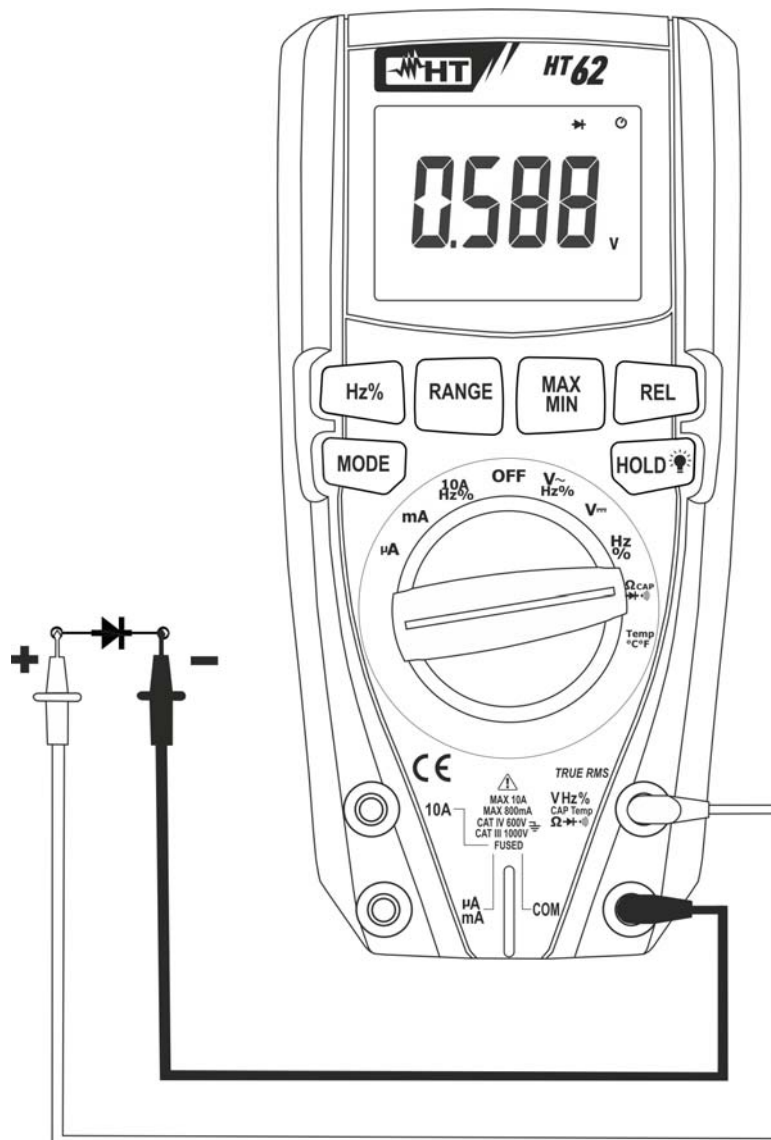

Abb. 6: Verwendung des Gerätes für die Diodenprüfung
4. Verbinden Sie die Messleitungen mit den jeweiligen Enden der zu messenden Diode (siehe Abb. 6) und achten Sie dabei auf die angegebene Polarität. Der Wert der direkt polarisierten Grenzwertspannung wird im Display angezeigt.
6. Wenn das Gerät die Meldung "**O.L**" anzeigt, sind die Klemmen der Diode invertiert mit Bezug auf die Angabe in Abb. 6, oder die P-N Verbindung der Diode ist beschädigt.